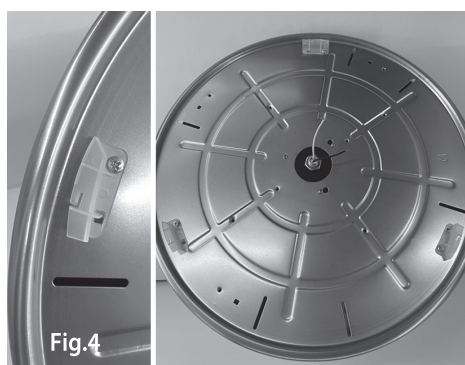

Fig.4
- 4) Fixer l'ensemble du kit LED au corps principal du ventilateur et fixer les languettes qui permettent d'ajuster le diffuseur (fig. 4).
- 4) Fixe todo o kit LED ao corpo principal do ventilador e ajuste as abas que ajustam o difusor (fig.4).